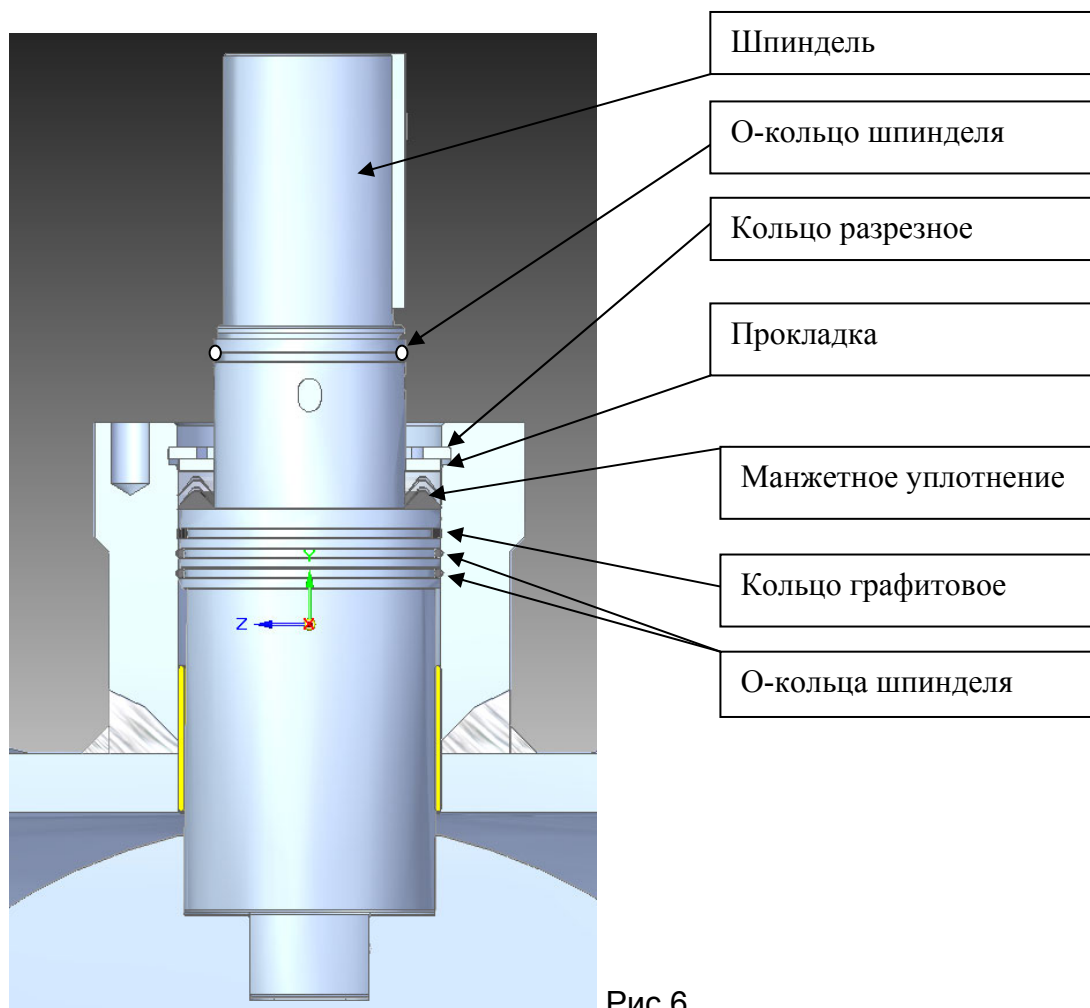

Рис.6
12. Собрать шпиндельный узел в соответствии со схемой в обратной последовательности, в соответствии со схемой рис.6